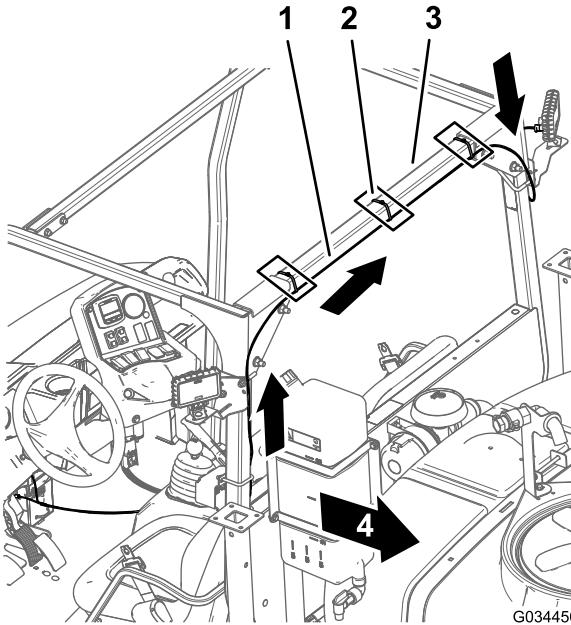
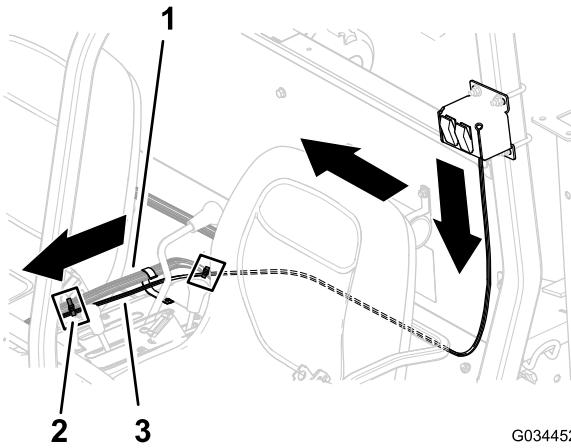
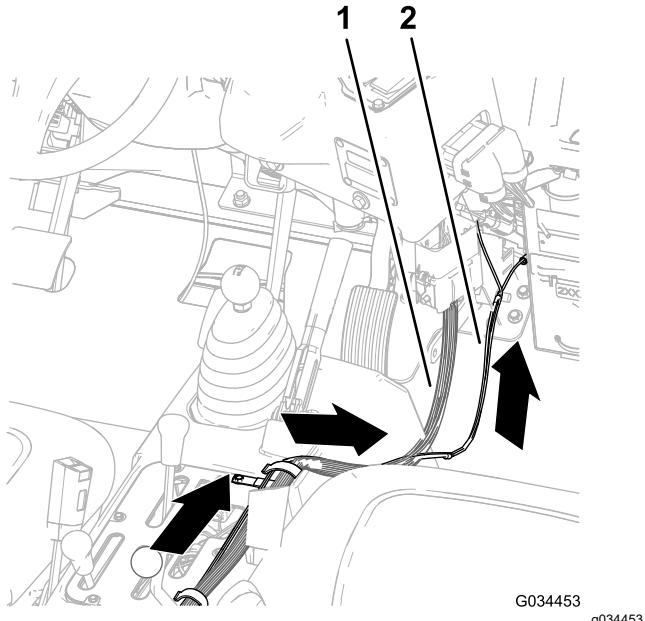

图 16
图 17
图 18
1. 如图 16 所示布置结束的支管使 2 插槽接头向上并穿过水平 ROPS 管的后面。
2. 如图 17 所示在灯具开关上布置结束的支管使插座端子和环形端子朝向下方并穿过操作员座椅的后面。
3. 在中央控制台上沿着打药车线束布置后工作灯套件线束向前朝向保险丝盒图 17 和图 18。
4. 如图 16 和图 17 所示用扎带将后工作灯套件线束固定到打药车线束上。